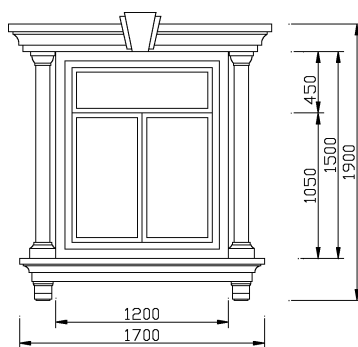

图 4-39 立面窗示意图
2) 利用直线、多段线、矩形等基本绘图命令和复制、夹点编辑、拉伸、镜像、偏移、圆角等编辑命令, 绘制如图 4-39 所示的欧式立面窗示意图并保存至指定位置。